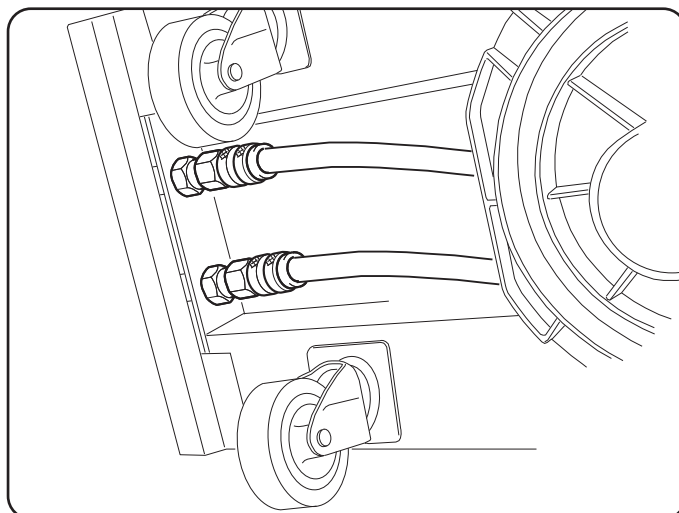

Fig. 6
- ◆ Les tuyaux du liquide de refroidissement doivent être connectés aux raccords rapides sous la base du dévidoir (voir Fig. 6), en respectant les couleurs indiquées sur la partie avant du dévidoir.